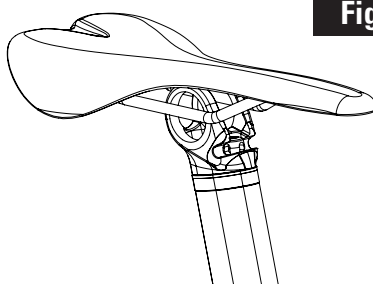

Fig 1
1. Plaats het zadel op de E-POST 2 EVO met de rails aan de buitenkant van de zadelpen. (Afb.1)